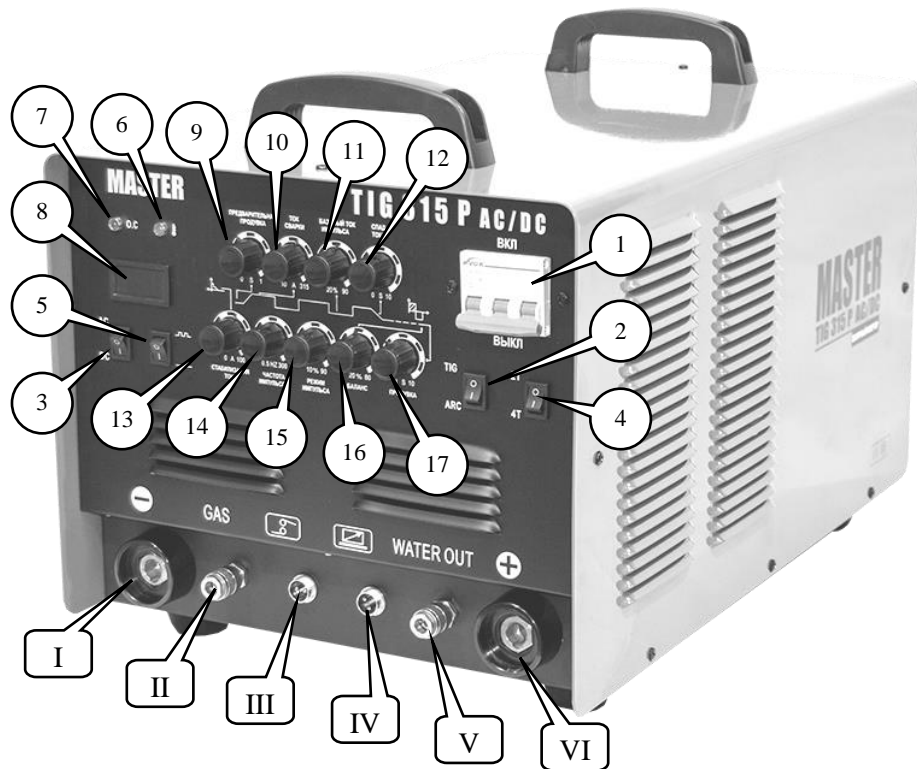

Рис. 1. Расположение органов управления и индикации.
- Подключить силовой разъем держателя электродов к разъему I (Рис. 1) сварочного аппарата.
- Подключить силовой разъем держателя электродов к разъему VI (Рис. 1) сварочного аппарата.
Данная линейка аппаратов имеет возможность дистанционного управления сварочным током. Пульт дистанционного управления необходимо подключить к разъему IV аппарата (Рис. 1) и установить рукоятку регулировки сварочного тока 10 в положение, соответствующее минимальному току.